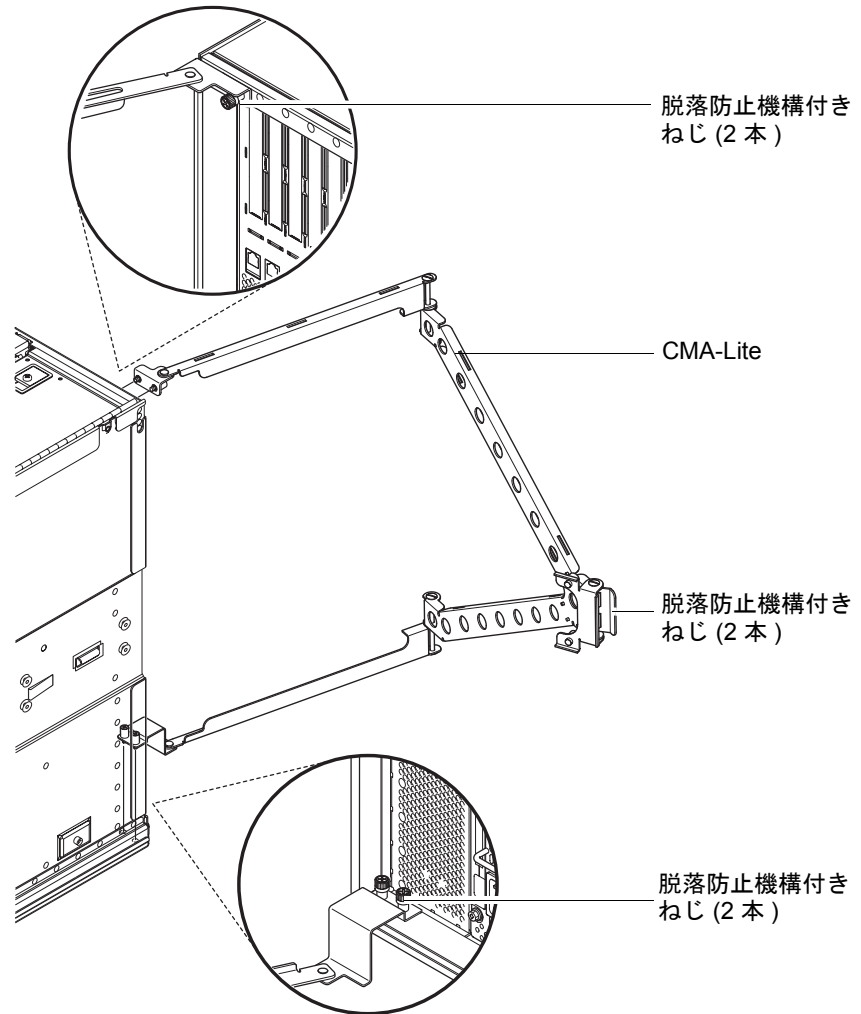

図 1-18 CMA-Lite ケーブル管理アーム
1. 2本の脱落防止機構付きねじを使用して、上のアームの先端にあるピボットを、サーバーの背面の上部に固定します (図 1-18)。